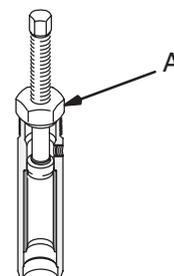

Fig. 10
Fig. 10. **Para las bombas 220872, 222580, 222584, y 237488.** Enrosque la tuerca grande de la herramienta de desmontaje de prolongadores (A) en la parte superior del cilindro. Enrosque el eje hacia abajo para empujar y sacar el prolongador. Desmonte la herramienta. Desmonte la junta tórica vieja y deséchela. Limpie e inspeccione las piezas. Vea la Fig. 12.